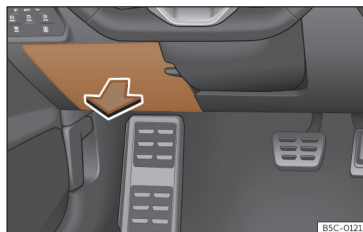

Fig. 210 En el tablero de instrumentos del lado del conductor: tapa de la caja de fusibles.
- **Abrir:** abata la cubierta hacia abajo >>> **fig. 210.**